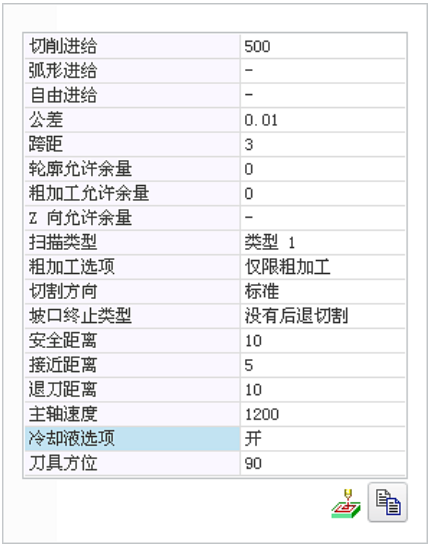

图 10.3.23 设置车削加工参数
Step4. 在“槽车削”操控板中单击 **参数** 按钮，在弹出的“参数”设置界面中设置图 10.3.23 所示的切削参数。